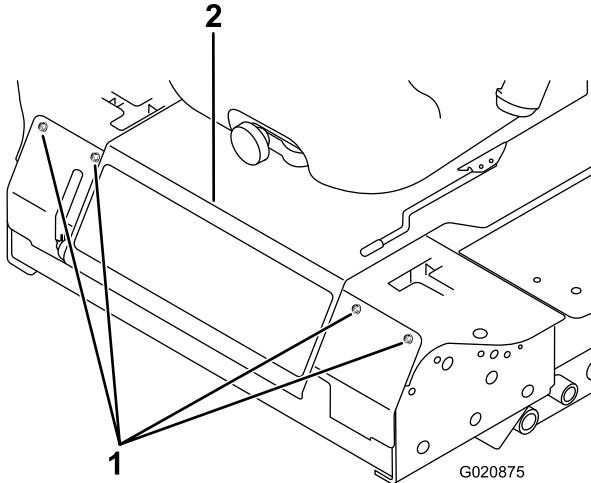

Figura 82
3. Togliete i bulloni che fissano il pannello anteriore, e rimuovete il pannello (Figura 82).